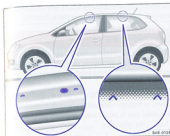
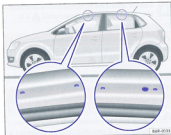

Fig. 80 Points de fixation de la galerie porte-bagages sur véhicules à 2 portes.
Fig. 81 Points de fixation de la galerie porte-bagages sur véhicules à 4 portes.
Véhicules à 2 portes : Les alésages et repères des points de fixation des supports de base avant se trouvent sur le dessous des renforts de pavillon (uniquement visibles lorsque la porte est ouverte) et, pour les supports de base arrière, au-dessus des glaces latérales ⇒ fig. 80.
Véhicules à 4 portes : Les alésages et repères des points de fixation des supports de base se trouvent de chaque côté sur le dessous du haut de caisse (uniquement visibles lorsque la porte est ouverte) ⇒ fig. 81.
- Fixez les supports de base uniquement sur les repères indiqués sur la figure ⇒ fig. 80 ou ⇒ fig. 81.